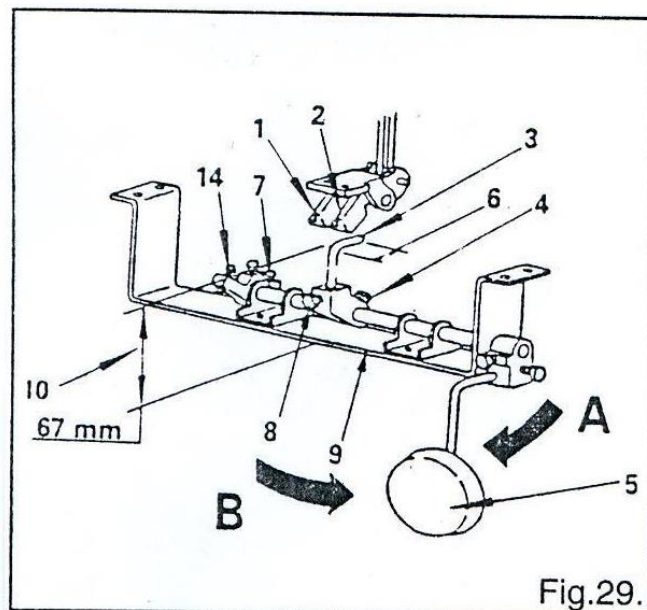

Fig.29.
3. На Рис. 29 показана установка коленоподъемника для управления шириной стежка.